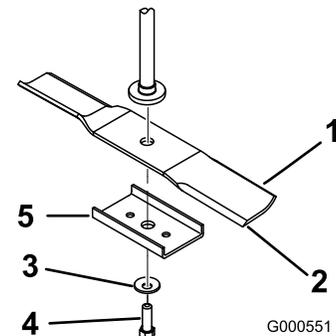

Figure 1
Remarque: Si vos lames sont munies d'un renfort, comme montré à la Figure 1, ne l'utilisez **pas** lorsque montez les lames neuves.
- Tenez la lame par son extrémité avec un chiffon ou un gant épais. Enlevez de l'axe, le boulon, la rondelle bombée, le renfort (certains modèles seulement) et la lame (Figure 1).
Remarque: Ne posez pas le renfort. Ces lames n'ont pas besoin de renfort (Figure 1).